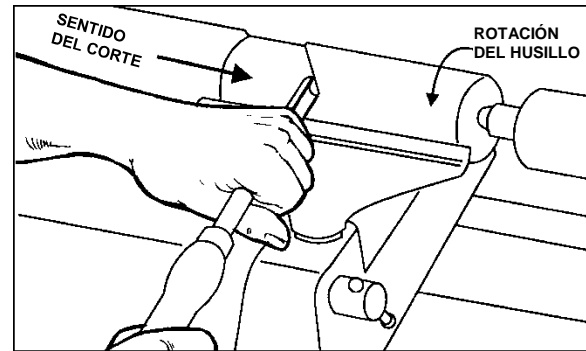

Figura 10-6: desbaste
3. Empezando a unas 2" del extremo del contrapunto, gire la acanaladura (parte ahuecada) de la herramienta en el sentido de corte. Vea la Figura 10-6. Haga cortes de radio largos siguiendo un movimiento continuo para desbastar la pieza a la forma de un cilindro.